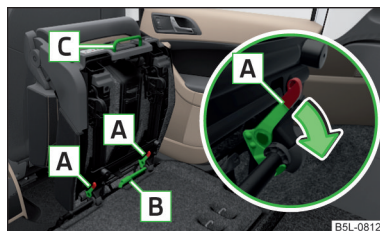

Fig. 64
- Desbloquear el asiento abatido hacia delante » fig. 62 de la pág. 73 presionando los cierres del asiento **A** en sentido de la flecha » fig. 64.
- Desmonte el asiento central » fig. 64 de la pág. 74.
- Abatir el asiento exterior hacia delante y desbloquear » fig. 64 de la pág. 74.